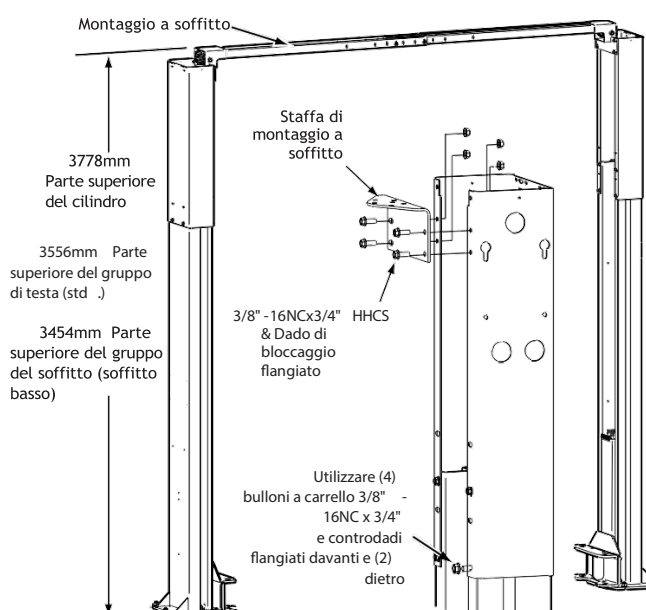
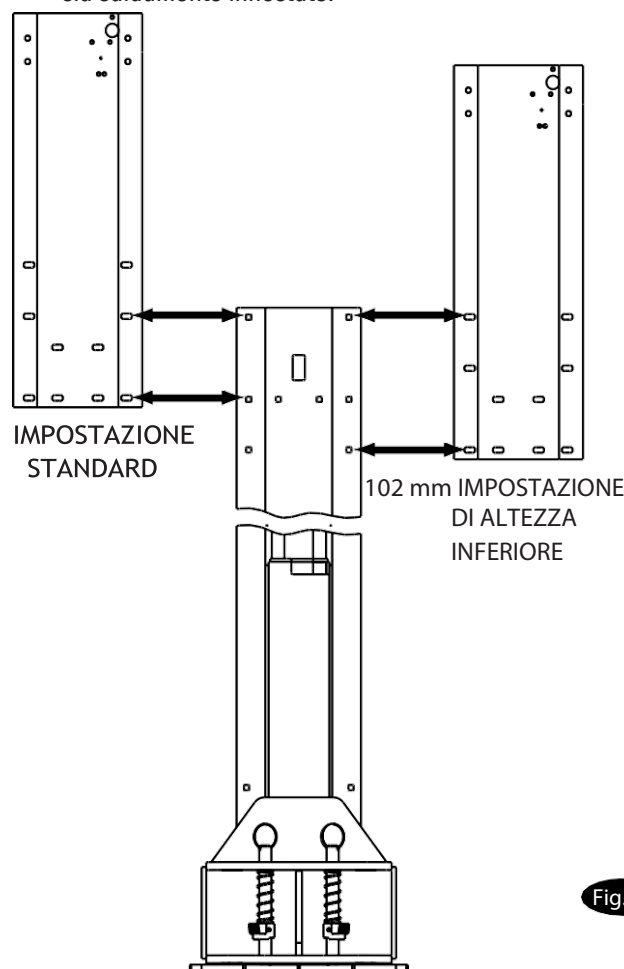

Fig. 2
Fig. 3
Vedere la Fig. 2 per l'altezza complessiva di ciascun modello specifico di sollevatore. Aggiungere 25 mm all'altezza complessiva fino all'ostacolo più basso.
Prima di mettere in piedi le colonne, installare le estensioni delle colonne utilizzando (12) 3/8"-16NC x 3/4" HHCS e controdadi flangiati, Fig. 2 e Fig. 3.
Staffa di montaggio superiore: Installare le staffe di montaggio sulle estensioni della colonna, fig. 2.